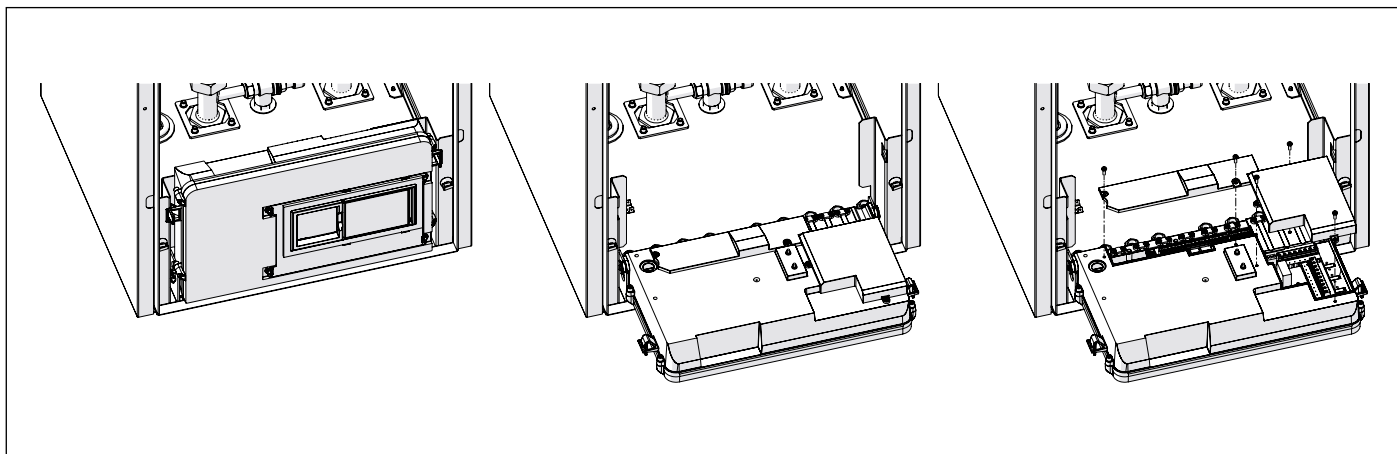

Рис. 27 Распределительная коробка
- Поверните распределительную коробку вперед на 90° (см. Рис. 27 Распределительная коробка).
- Снимите две крышки внешних электрических соединений (А и В), отворачивая винты, которые крепят их к распределительной коробке (см. Рис. 27 Распределительная коробка).